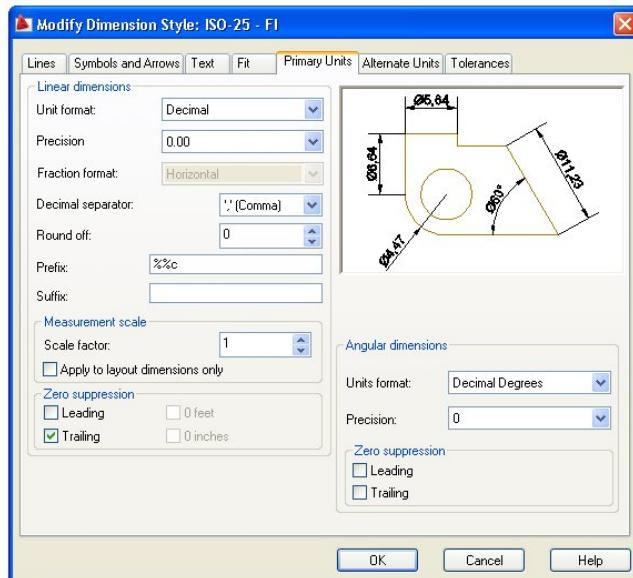

Figura 1.1.77
- Secțiunea **Primary Units**, figura 1.1.77, include următoarele zone și controale: